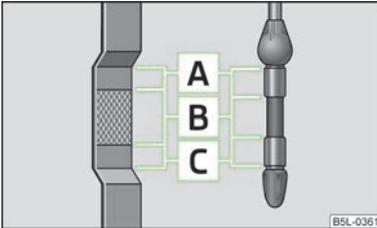

Abb. 158
Der Ölmesstab zeigt den Motorölstand an » Abb. 158.
- Der Ölstand darf keinesfalls oberhalb des Bereichs **A** » Abb. 158 liegen. Beschädigungsgefahr der Abgasanlage!